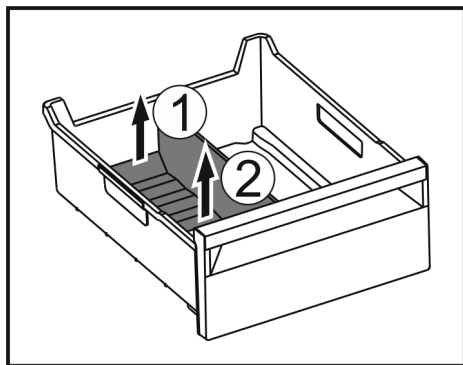

Fig. 169
- Podignite stražnji dio pregrade ladice za led. Fig. 169 (1)
- Izvadite pregradu ladice za led prema gore. Fig. 169 (2)